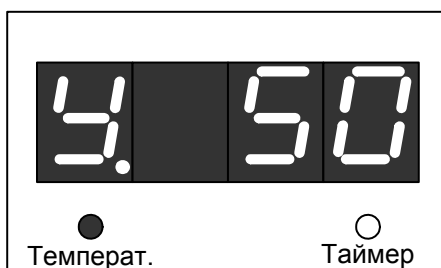

Рисунок 12.
6.3.3. Для просмотра уставки температуры необходимо однократно нажать кнопку «+» или «-» (рис. 12.).